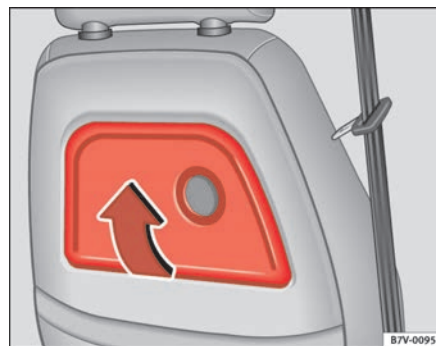

Fig. 106 Mesita plegable en el asiento delantero derecho
- Levante la mesita hacia arriba en la dirección de la flecha ⇒ fig. 106 hasta que encastre.
- Presione la mesita hacia abajo en la dirección contraria a la flecha ⇒ fig. 106 hasta que encastre.